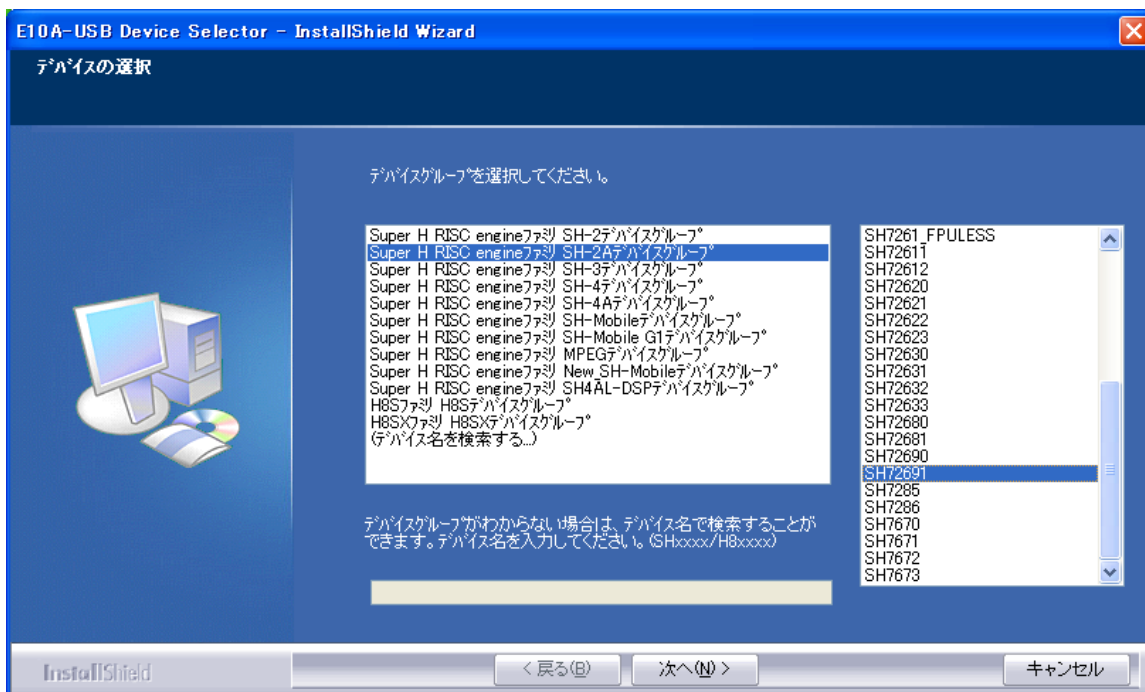

図3.2.3 E10A-USB ソフトウェアインストール手順③
③図 3.2.3の画面が表示されますので、「SuperH RISC engineファミリ SH-2Aデバイスグループ」を選択します。次に任意のデバイス名（SH72691 など）を選択し、「次へ」ボタンをクリックします。